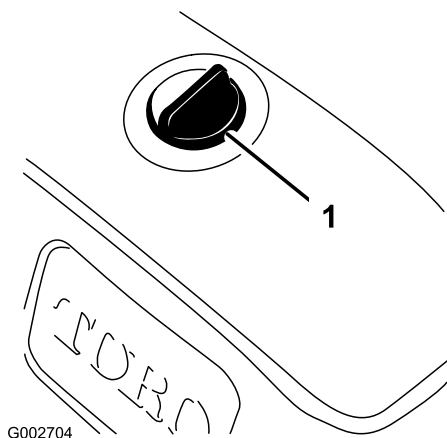

Figura 15
1. Limpe a área em torno da tampa do depósito de óleo hidráulico para evitar que entrem detritos no depósito (Figura 15).